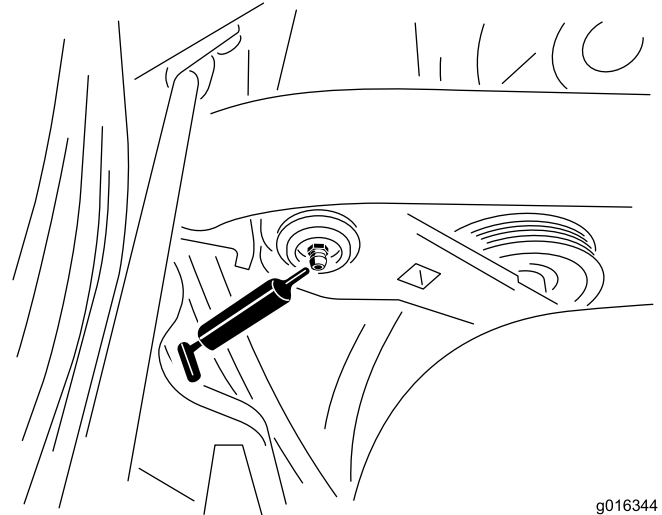

Figura 24
1. Pulite i raccordi di ingrassaggio in modo da evitare che corpi estranei possano entrare nel cuscinetto o nella boccola (Figura 24).